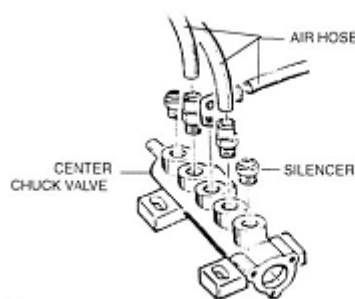

рис.11
- 11) Для очистки или замены клапана отжима покрывки повторите шаги 8, 9, 10 (см. рис.11).